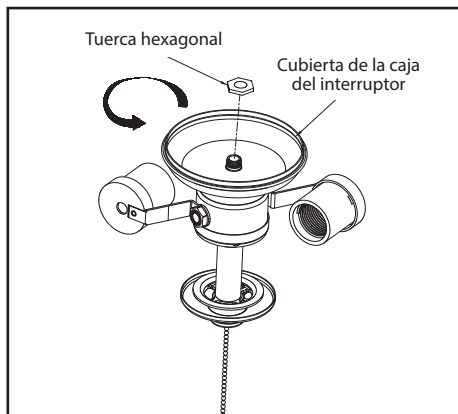

Figura 17
1. Para usar el ventilador sin el kit de luces, retira la carcasa de la caja del interruptor de la parte superior del conjunto de soporte del kit de luces, quitando la tuerca hexagonal del centro dentro de la carcasa y desenroscándola de la boquilla en la parte superior del conjunto de soporte del kit de luces (Figura 17).